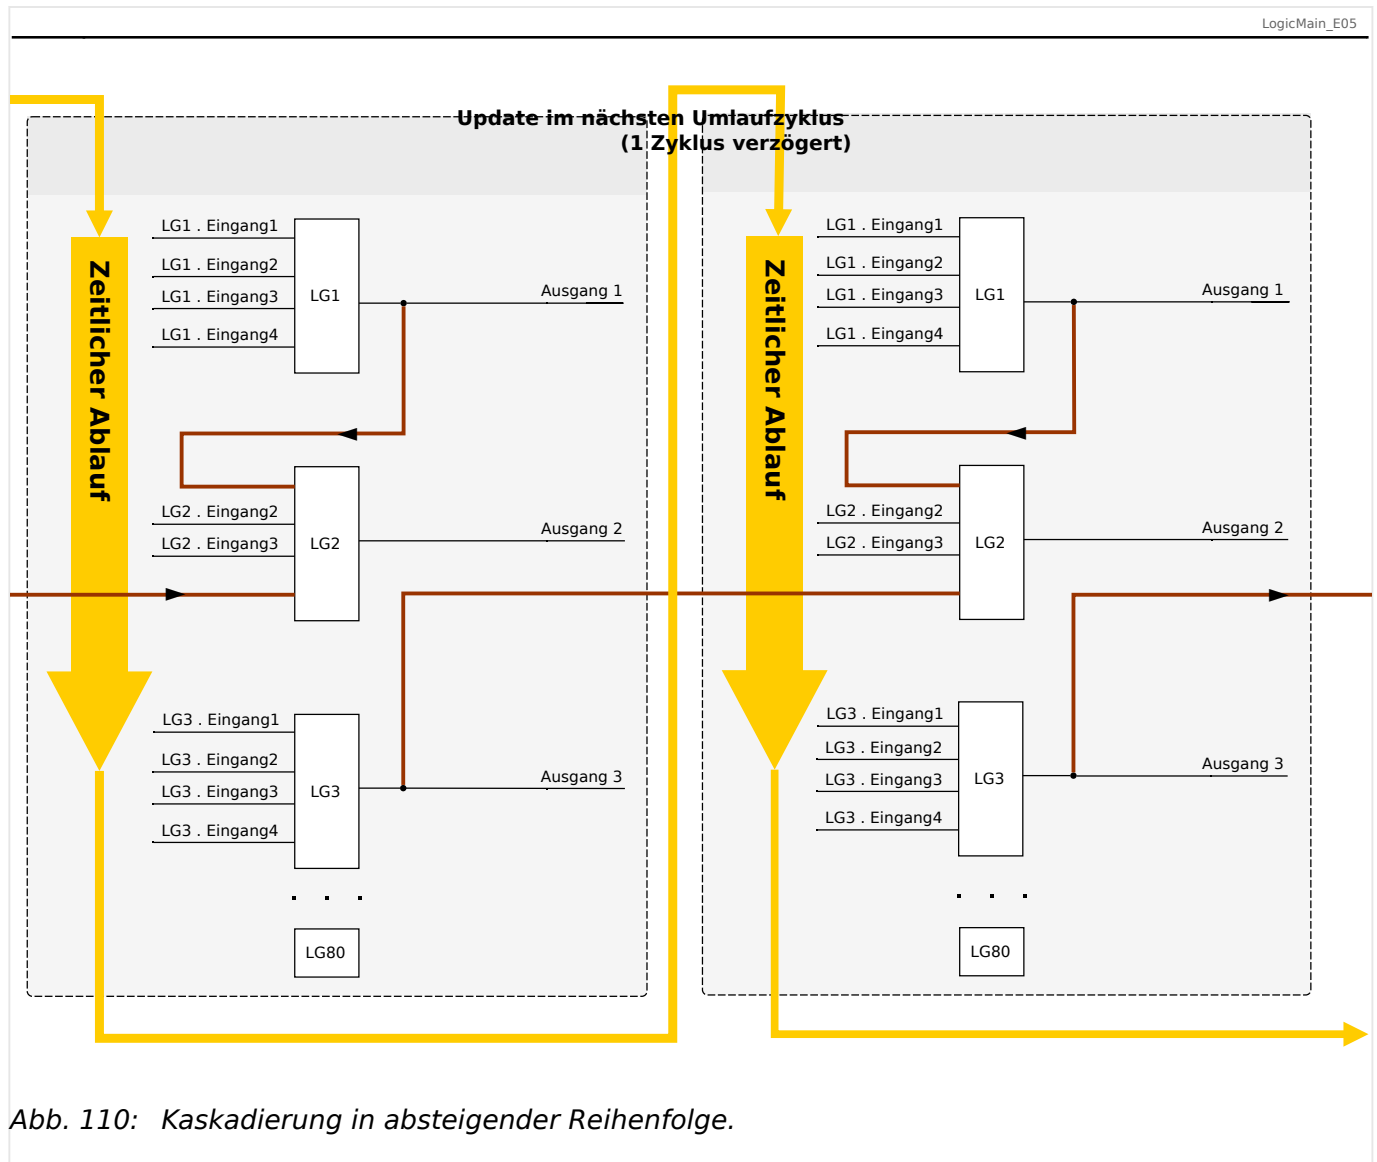

Abb. 110: Kaskadierung in absteigender Reihenfolge.
- Kaskadierung in **absteigender** Reihenfolge bedeutet, dass der Ausgang einer Logikgleichung auf den Eingang einer Logikgleichung mit **niedrigerer** Nummer rangiert wird. Das Diagramm →Abb. 110 zeigt ein Beispiel, bei dem der Ausgang von LG3 auf einen Eingang von LG2 rangiert wird.
Bei der Konfiguration des Schutzgerätes bestehen keinerlei Einschränkungen oder Unterschiede zwischen aufsteigender und absteigender Reihenfolge. Da allerdings während der Laufzeit des MRI4 die Logikgleichungen in aufsteigender Reihenfolge ausgewertet werden, haben die resultierenden Ausgangswerte, die am Eingang der Logikgleichung anstehen, ein unterschiedliches „Alter“, wie in →Abb. 109 und →Abb. 110 veranschaulicht wird.
Das in Abb. 110 gezeigte Beispiel zeigt eine Konfiguration von „Logikgleichung 2“, die den Ausgang von zwei weiteren Logikgleichungen, „Logikgleichung 1“ und „Logikgleichung 3“, als Eingangszustände verwendet. Hierbei ist der Ausgang von „Logikgleichung 1“ in aufsteigender Reihenfolge verwendet, sodass der Wert in jeweils demselben Prozesszyklus ermittelt wird. Der Ausgang von „Logikgleichung 3“ wird in absteigender Reihenfolge verwendet, sodass der Wert in dem jeweils vorherigen Prozesszyklus ermittelt wurde.